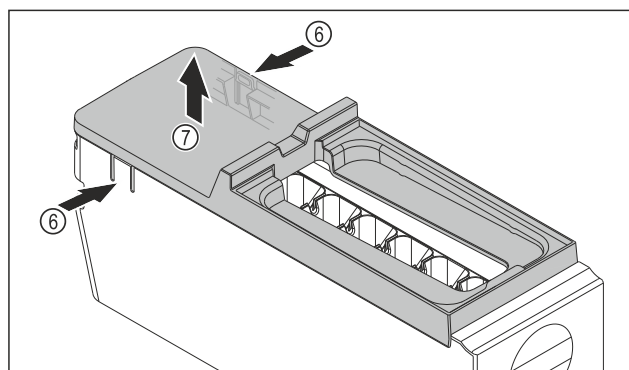

Fig. 84
- Retirer le couvercle du corps de l'EasyTwist-Ice : D'une main, pousser les languettes Fig. 84 (6) des deux côtés du corps de l'EasyTwist-Ice.
- De l'autre main, retirer le couvercle Fig. 84 (7) vers le haut.